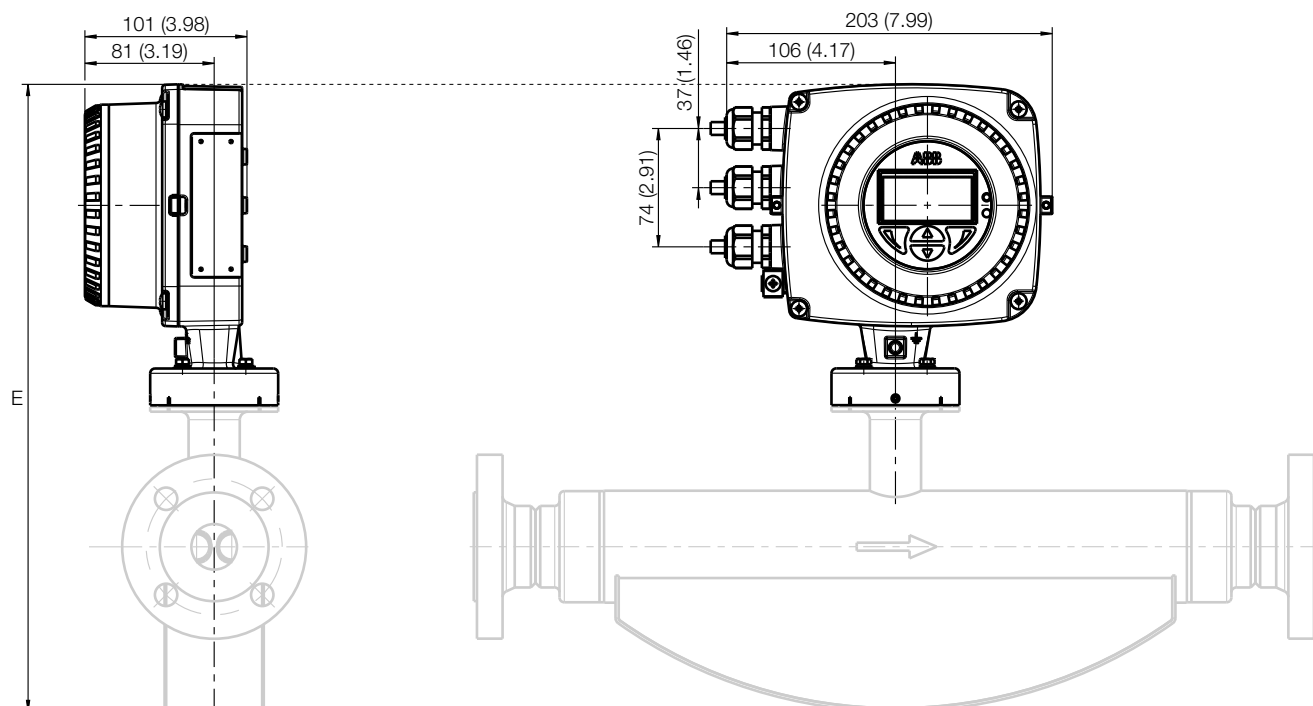

Fig. 28: Construction compacte avec boîtier de transmetteur à une chambre
Pour les appareils en construction compacte, la hauteur (E) et les dimensions indiquées en Fig. 28 varient par rapport aux dimensions des appareils à boîtier de transformateur à deux chambres.
- Pour la hauteur (E), il faut ajouter 13 mm (0,51 inch).